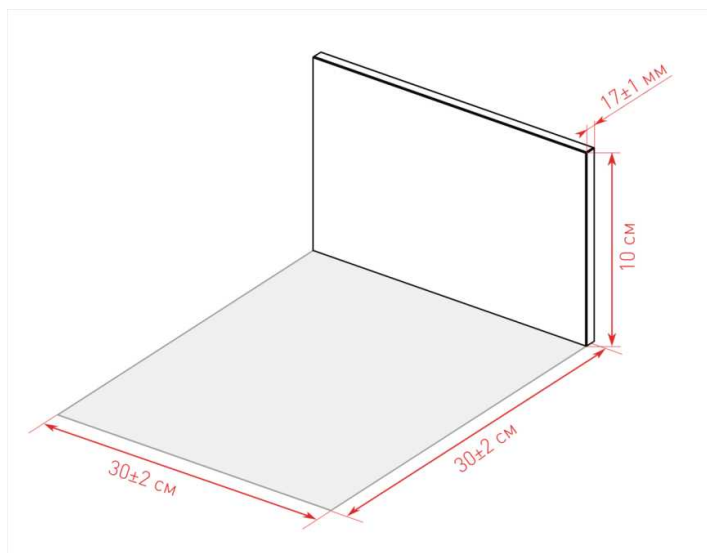

Рис. 1. Ячейка и стенка
2.1. Поле лабиринта имеет размер 120×240 см и разделено на ячейки размером 30±2 см. Между ячейками могут быть установлены стенки высотой 10 см и толщиной 17±1 мм (см. рис. 1). Стенки также установлены по всему периметру лабиринта. Между стенками могут быть зазоры и выступы до 5 мм.